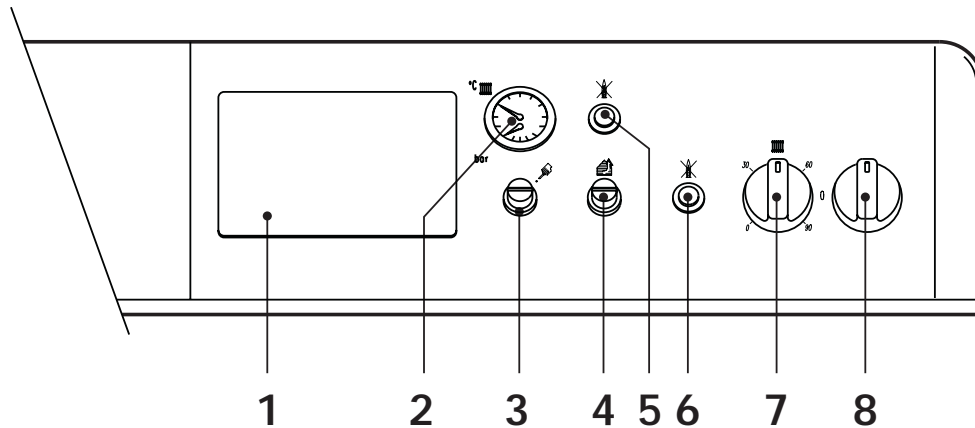

Abb. 1
- Den Schalter "8" der Kombitherme auf 1 stellen (Abb. 1).
- Falls die Therme mit einer elektronischen Temperaturregeleinheit ausgestattet ist, die in der auf Abb. 1 dargestellten Position 1 montiert wird, muss der Benutzer auch die vom Hersteller der Regeleinheit gelieferten Anleitungen befolgen.
Wenn der Drehgriff 7 von Abb.1 im Uhrzeigersinn gedreht wird, wird die Temperatur des Heizwassers erhöht, bei Drehen gegen den Uhrzeigersinn wird sie verringert. Die Temperatur kann innerhalb eines Bereichs von mindestens 30° bis maximal 90° eingestellt werden.
Am Raumthermostat die gewünschte Raumtemperatur einstellen. Auf Befehl des Raumthermostats wird die Therme eingeschaltet, um das Anlagenwasser auf die am Heizkessel-Regelthermostat 7 von Abb. 1 eingestellte Temperatur zu bringen. Bei Erreichen der gewünschten Raumtemperatur wird der Wärmeerzeuger abgeschaltet. Falls kein Raumthermostat installiert ist, sorgt die Therme dafür, dass die Anlage auf der am Heizkessel-Regelthermostat eingestellten Temperatur gehalten wird.
Der am Wasserstandszeiger der Therme (2, Abb. 1) abgelesene Einfülldruck bei kalter Anlage muss circa 1,0 bar betragen. Falls der Anlagendruck während des Betriebs (aufgrund Verdampfung der im Wasser aufgelösten Gase) unter diesen Mindestwert sinken sollte, muss der Benutzer den Wasserhahn betätigen, um ihn wieder auf den ursprünglichen Wert zu bringen. Nicht vergessen, den Wasserhahn nach diesem Vorgang wieder zu schließen.